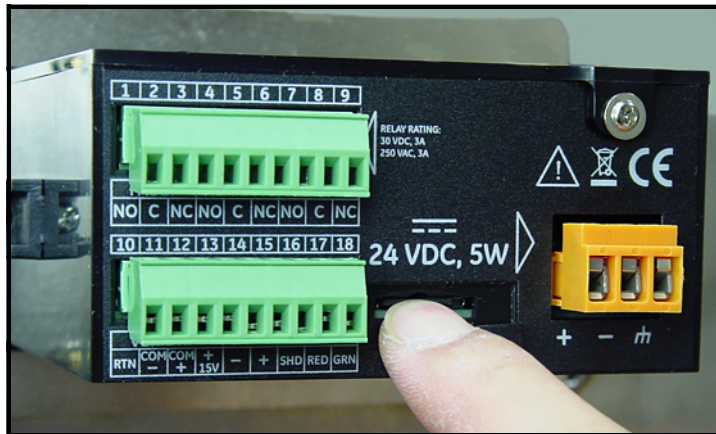

Figure 50: Eindrücken der MicroSD-Karte
4. Drücken Sie die Speicherkarte nach innen, bis Sie ein Klicken hören, und lassen Sie sie dann los (siehe *Figure 50* unten).